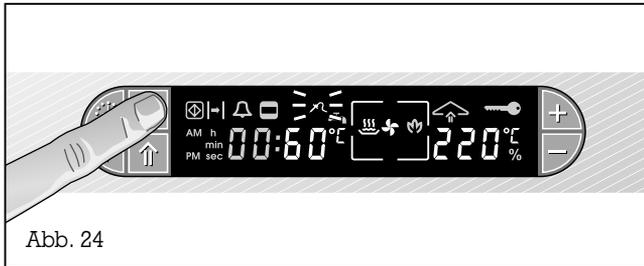

Abb. 24
- Betätigen Sie die Taste \wedge (Kerntemperaturfühler) 2 mal. Im Display blinkt das Symbol \wedge (Kerntemperaturfühler) und der Vorschlagswert 60°C ist im Display zu sehen (Abb. 24).